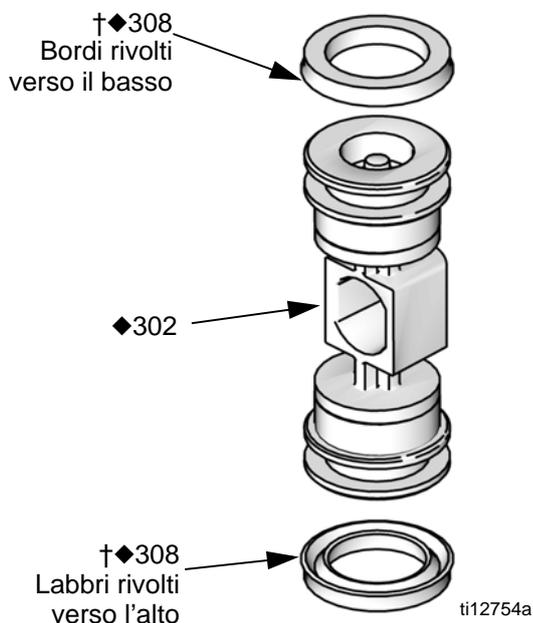

FIG. 14. Installazione della guarnizione a U della valvola dell'aria
2. Vedere FIG. 14. Lubrificare le guarnizioni a U (308†◆) e installare sul pistone (302◆) con i bordi rivolti verso il centro del pistone.